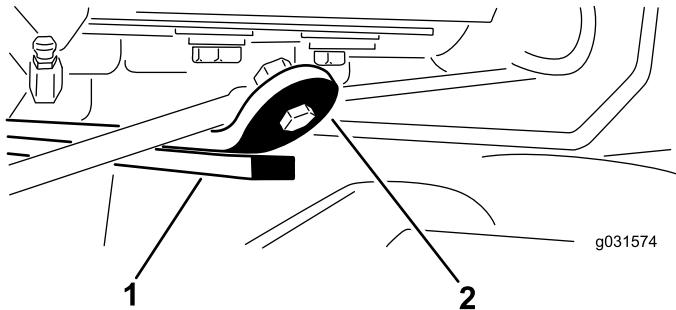

Figura 14
- Avviate il motore, sollevate gli apparati di taglio e verificate che il gioco tra la cinghia di usura sopra la barra di usura dell'apparato di taglio posteriore e la cinghia paracolpi sia di 0,51-2,54 mm, come illustrato nella Figura 14.